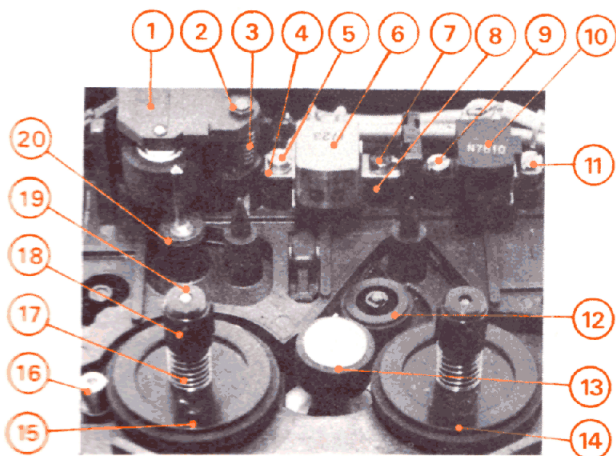
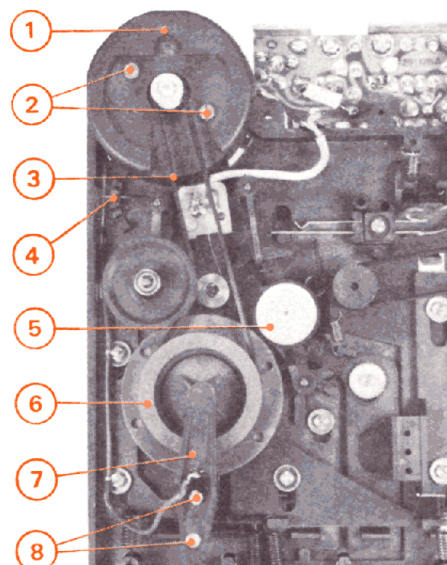

Fig. 7
Fig. 8
## K – DEPOSE DES PORTE-BOBINES (Fig. 7)
## L – DEPOSE DES TETES D'ENREGISTREMENT-LECTURE ET EFFACEMENT (Fig. 7)
## M – DEPOSE DU GALET PRESSEUR (Fig. 7)
## N – DEPOSE DU VOLANT (Fig. 7 et 8)
- 2° - Enlever la rondelle plastique (20) (Fig. 7).
- 3° - Dévisser et enlever les vis (8) puis retirer le support de volant (7) (Fig. 8).
- 4° - Tirer et déposer le volant (6) (Fig. 8).
## O – DEPOSE DU MOTEUR (Fig. 8)
#### 1° - Couple d'entraînement en fonction lecture (Fig. 7)
#### 2° - Couple d'entraînement en fonction défilement avant rapide (Fig. 7 et 8)
- Si la valeur mesurée est en dehors des tolérances, nettoyer à l'alcool les surfaces de friction du porte-bobine (15) et de la poulie (13) (Fig. 7), du volant (6) et de la poulie (5) (Fig. 8).
#### 3° - Couple d'entraînement en fonction défilement arrière rapide (Fig. 7 et 8)
- Si la valeur mesurée est en dehors des tolérances, nettoyer à l'alcool les surfaces de friction du porte-bobine (14) et des poulies (12) et (13) (Fig. 7), du volant (6) et de la poulie (5) (Fig. 8).